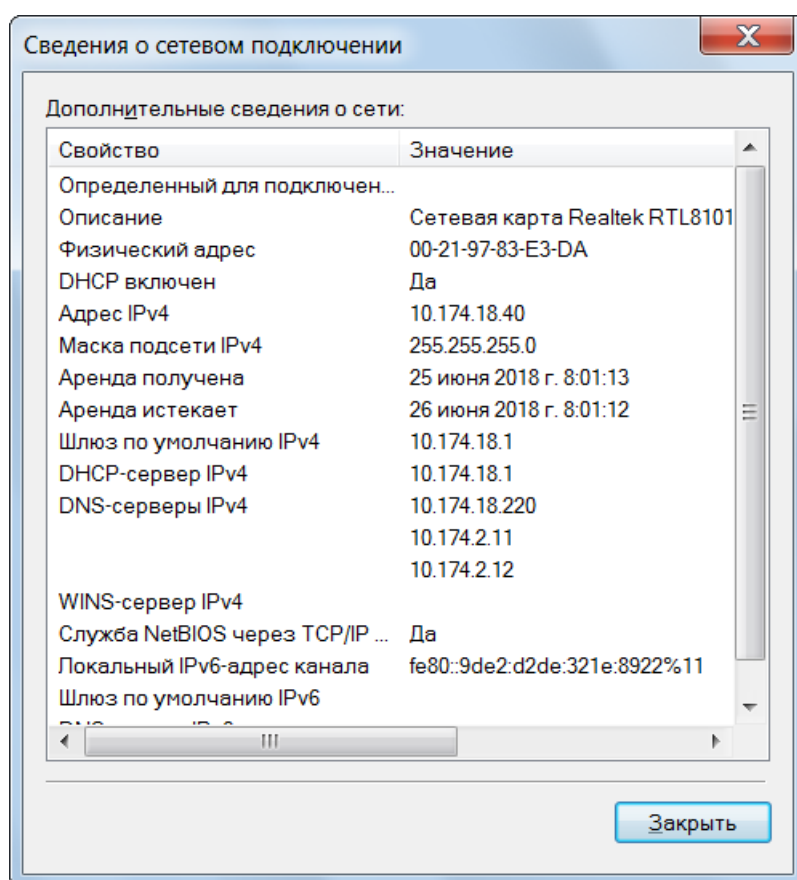

Рисунок 33 – Сведения о сетевом подключении
- в окне сведений о сетевом подключении посмотреть значение свойства «Адрес IPv4» (Рисунок 33).